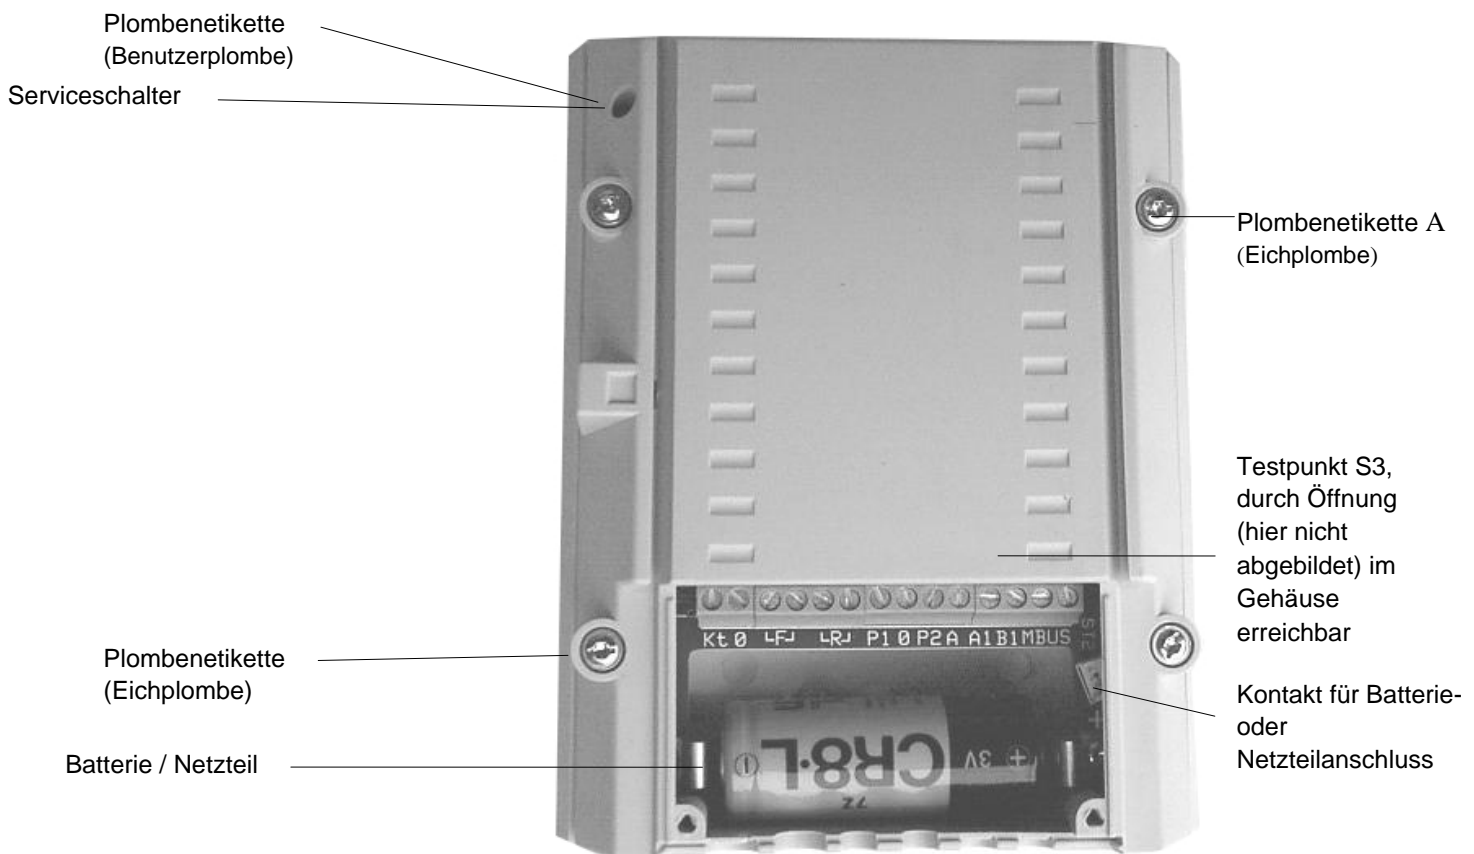

Bild 5
2. Drücken Sie mit Hilfe eines schmalen Schraubendrehers (oder ähnlicher Gegenstand) den Serviceschalter auf der Rückseite des Rechenwerkes (Bild 5). Beachten Sie bitte, dass in einigen Fällen zuvor eine Plombenetikette entfernt werden muss.
1. Brechen Sie die Plombe bei Testpunkt S3 (Bild 5).